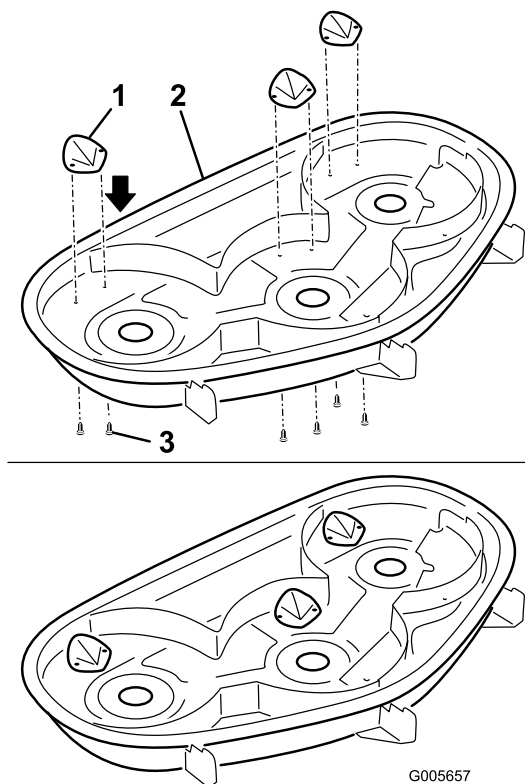

Figura 5
1. Allineate le tre piastre degli inserti con i fori verso la parte superiore del piatto (Figura 5). L'inclinazione lunga degli inserti deve essere rivolta all'interno.
3. Fissate le piastre al piatto usando 6 viti Phillips (n° 8 per 5/8 poll.). Le viti fuoriescono dalla parte superiore del tosaerba e nella piastra (Figura 5).